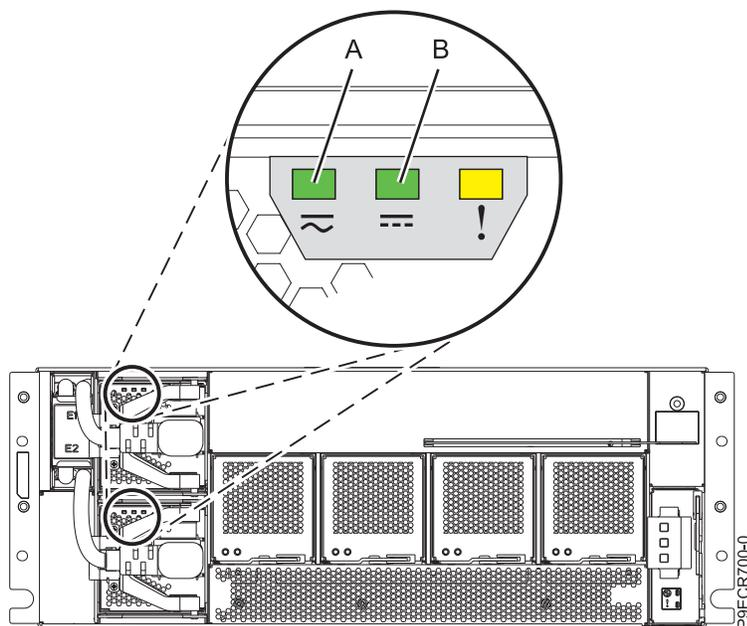

Figure 3. Voyants d'alimentation dans le tiroir d'extension EMX0 PCIe3
- Le voyant vert d'entrée (situé à gauche) et le voyant vert de sortie (situé au centre) sont allumés en continu. Voir **(A)** et **(B)** dans la figure 3.